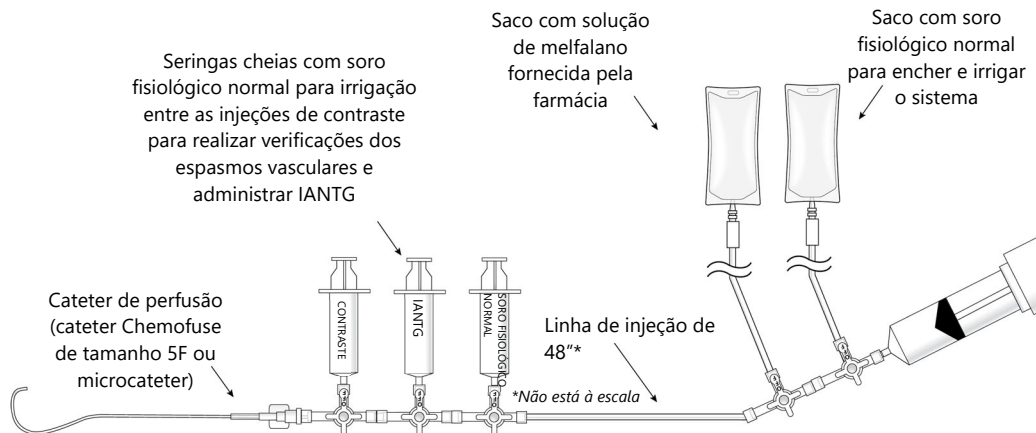

Figura 28
- (a) Quando o circuito de hemofiltração estiver a funcionar satisfatoriamente e o doente estiver hemodinamicamente estável, irrigue a linha de perfusão arterial hepática com soro fisiológico normal para evitar misturar diretamente a heparina com o agente quimioterapêutico (cloridrato de melfalano). Ligue a linha de perfusão do fármaco ao cateter de perfusão da artéria hepática (cateter Chemofuse® de tamanho 5F ou microcateter), conforme ilustrado na Figura 28 para completar o circuito de administração do fármaco.